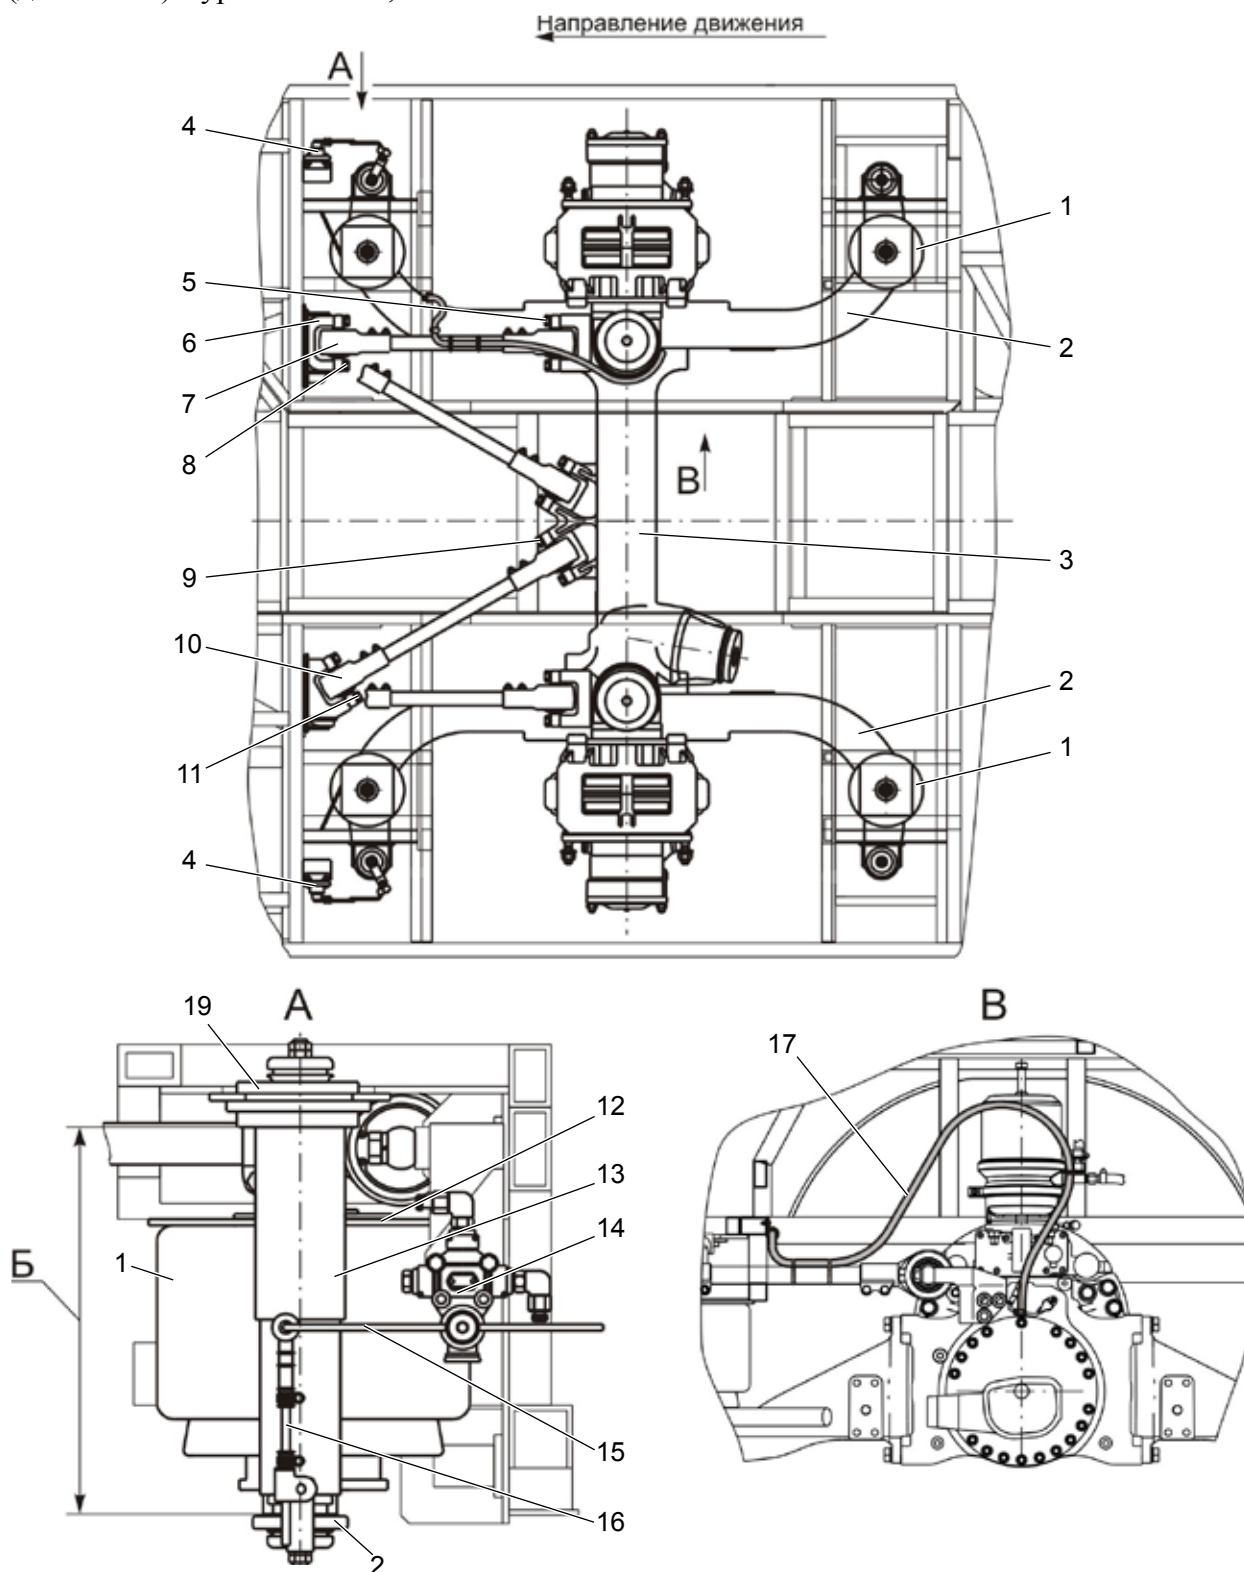
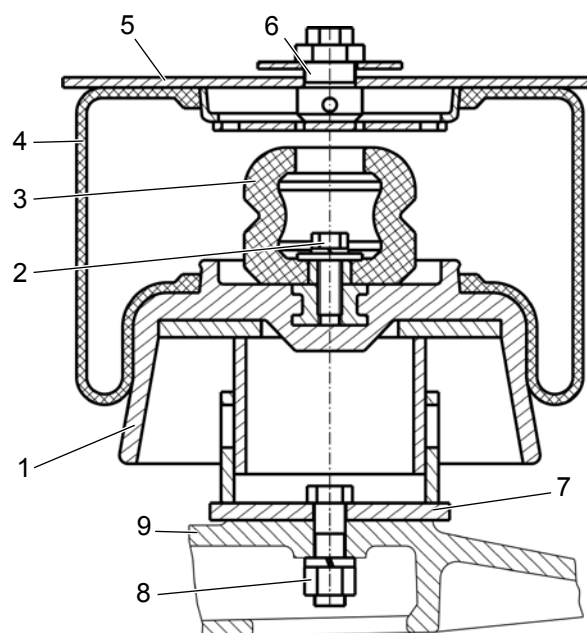

Рисунок 4.5.1 – Задняя подвеска:
Рисунок 4.5.3 – Баллон пневматической подвески:
При проведении ТО-2 проверить крепление трубки вентиляции картера заднего моста 17 (рис. 4.5.1) и очистить дренажное отверстие в балке каркаса троллейбуса (расположено в правой колесной арке под отверстием для трубки вентиляции катера заднего моста).
Задний мост 3 (рис. 4.5.1) шарнирно соединен с кузовом троллейбуса системой реактивных штанг, состоящей из двух нижних
Передача вертикальной нагрузки от веса троллейбуса осуществляется через четыре пневмобаллона 1 (рис. 4.5.1). Баллон пневматической подвески состоит из поршня 1 (рис. 4.5.3), фланца 5, буфера 3, резинокордной оболочки 4 и штуцера 6. Резинокордная оболочка 4 своими внутренними посадочными диаметрами одевается на конические поверхности, выполненные на поршне и фланце. Воздух подается в пневматический баллон через штуцер 6, приваренный к фланцу 5. К поршню 1 крепится буфер 3, который повышает энергоемкость подвески, смягчая удар при ее пробое.
Поршни пневмобаллонов устанавливаются на опоры 7, закрепленные на левой и правой балках подвески 9, а фланцы крепятся на опорах пневмобаллонов 12 (рис. 4.5.1), которые приварены к каркасу кузова троллейбуса.
Для гашения колебаний, возникающих при движении троллейбуса по неровностям дороги, в подвеске установлены четыре гидравлических амортизатора 13 (рис. 4.5.1) двустороннего действия телескопического типа. Корпус амортизатора закреплен через резиновые подушки на балках подвески 2, а шток амортизатора – на кронштейне каркаса троллейбуса. Балки подвески жестко закреплены на картере ведущего моста 3.
– крепление головок реактивных штанг к кронштейнам каркаса троллейбуса и к заднему мосту. Момент затяжки болтов 5, 8, 9, 11 (рис. 4.5.1) – 360...440 Н·м;
Установка заднего моста симметрично продольной оси троллейбуса производится изменением длин нижних реактивных штанг 7 (рис. 4.5.1). Допустимое отклонение